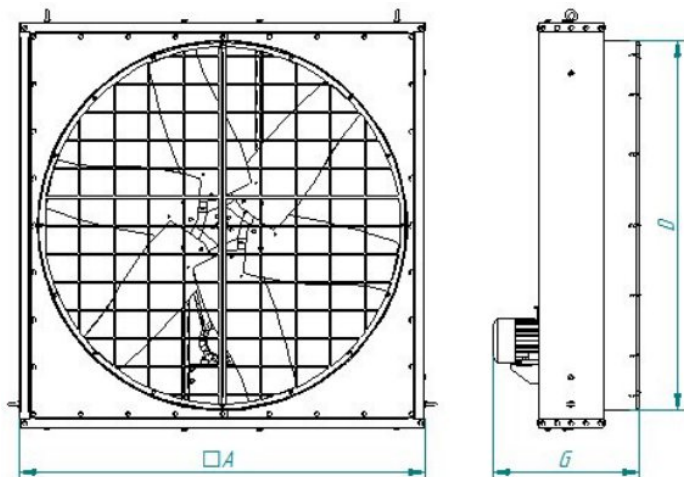

Рисунок 1. Габаритные и присоединительные размеры вентиляторов PVO(B)
1.3.2. Устройство вентиляторов, габаритные, присоединительные и установочные размеры вентиляторов указаны на рис. 1, табл. 1.